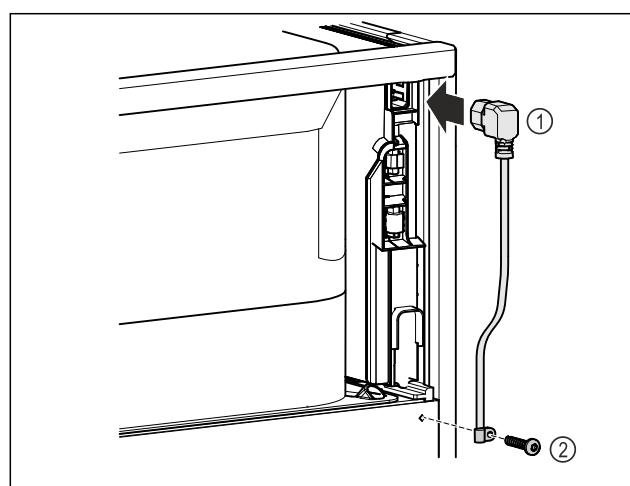

Fig. 40
- ▶ 插上冰箱背面电源线的冰箱插座 Fig. 40 (1)。
- ▶ 安装张力释放线扣。Fig. 40 (2)